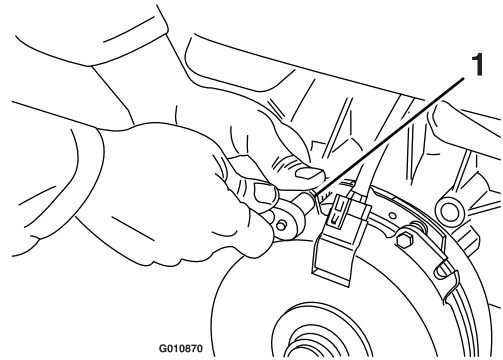

Figura 70
- A. Afloje ambos pernos de montaje del freno entre media y una vuelta, según se muestra en Figura 70.